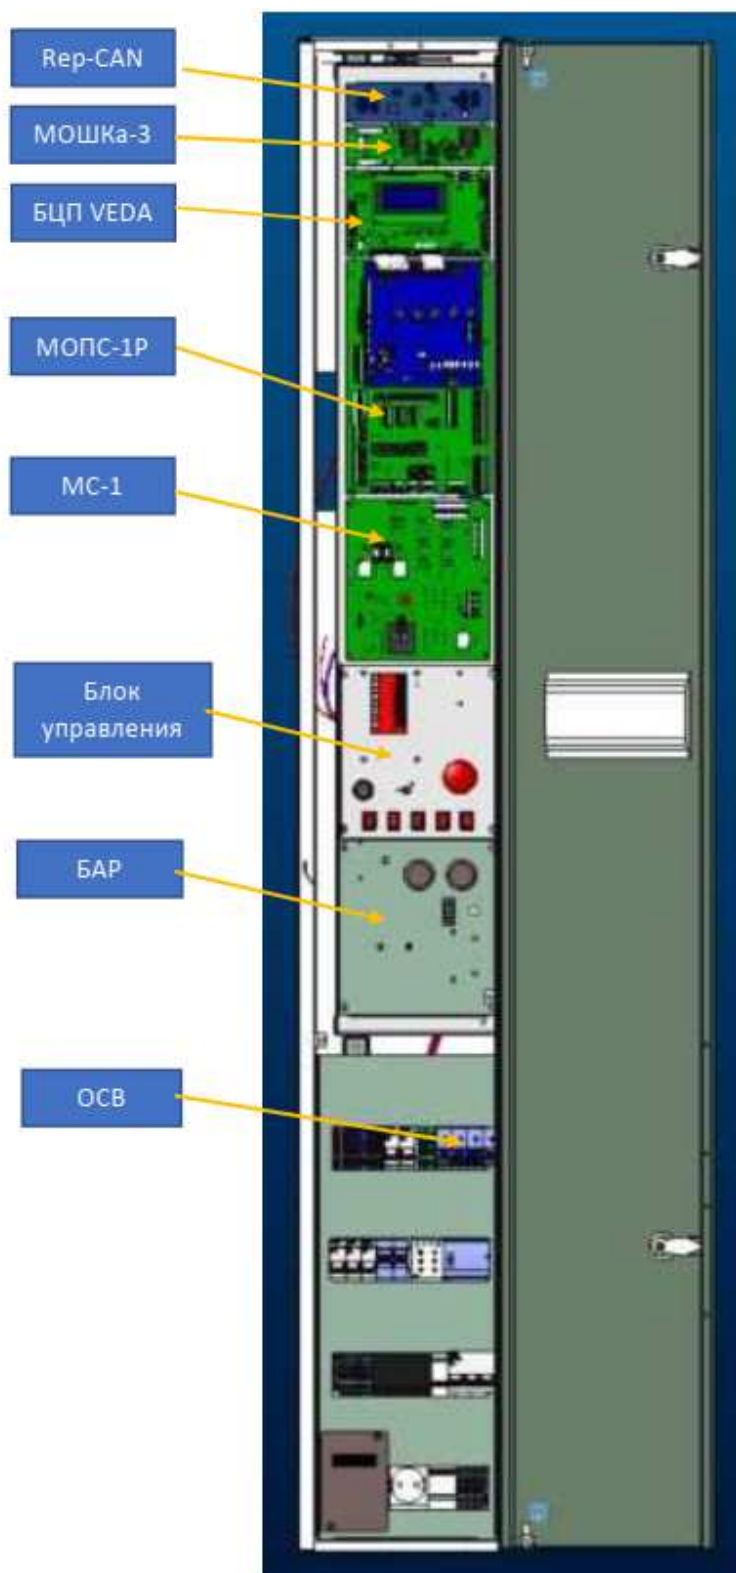

Рис. 1. Вид контроллера МКС220
1.2.1.1. Контроллер МКС220 (см. рисунок 1) выполнен в исполнении для установки на стене.